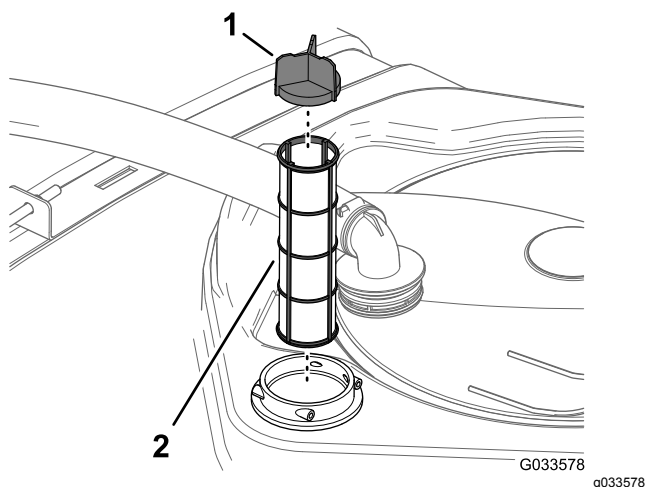

Figura 105
4. Rimuovete il vecchio filtro di aspirazione dall'alloggiamento del filtro nel serbatoio (Figura 105).